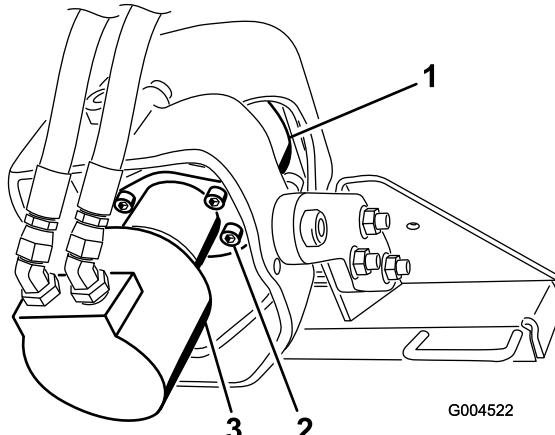

Bild 11
- Stützen Sie den Antriebskopf über einer Ölwanne ab (Bild 11).